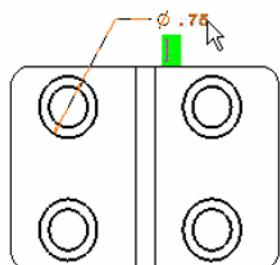

Fig. 28. Selectarea unui element
- Se selecteaza un element (fig.28);